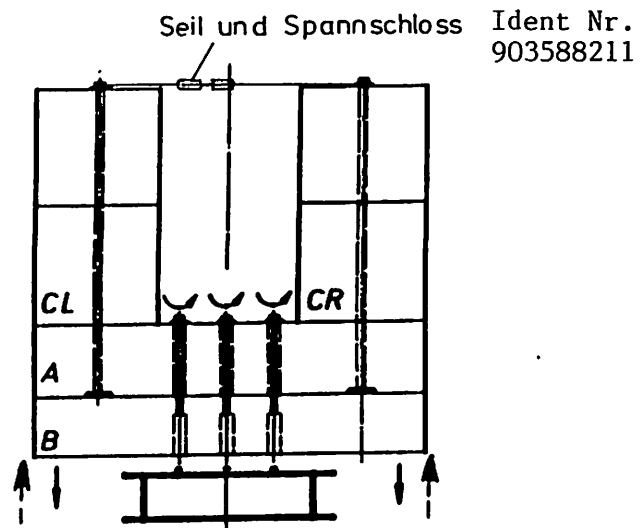

Bild 1
- 1.) Der Kran steht noch in betriebsbereitem Zustand und wird mit der Drehbühne genau über den Hinterachsadapter geschwenkt. (Bild 1 und 3).